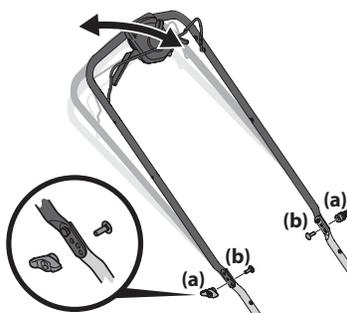

Figure 2-16
1. Retirez les écrous papillon (a) et les boulons de carrosserie (b) de la poignée. Voir Figure 2-16.
2. Ajustez la poignée dans l'une des trois positions. Voir Figure 2-16.